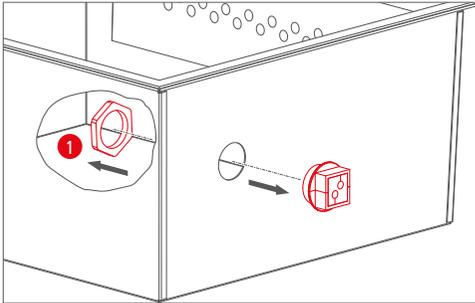

Abb. 3 Kabeldurchführung ausbauen
2. Schrauben Sie nun die Überwurfmutter (1) der Kabeldurchführung auf der Innenseite der RETRON BOX ab (Ziffer 5.1, Abb.3)!
3. Ziehen Sie die Kabeldurchführung nach außen ab (s. Abb. 3)!
10. Schieben Sie die Kabeldurchführung von außen in das Loch in der RETRON BOX (s. Abb. 3)!
12. Schrauben Sie die Überwurfmutter (1) der Kabeldurchführung auf der Innenseite der RETRON BOX wieder an (s. Abb. 3)!